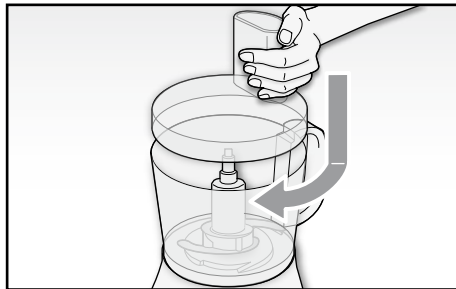

Fig. 7
- Inserire il coperchio (O) sopra la ciotola (P) allineando la tacca presente all'interno della ciotola (P) col simbolo (□). Bloccare il coperchio (O) a scatto ruotandolo in senso orario (⌚) (Fig. 7).